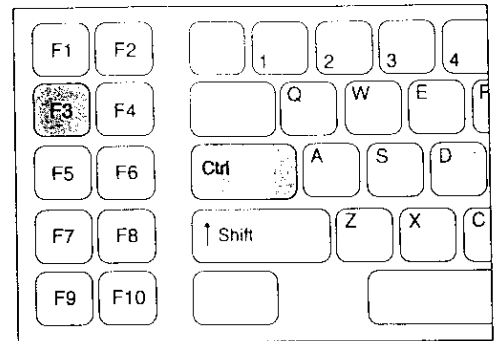

Fig. 43
1. Hold the Ctrl key and press F3 (Fig. 43),